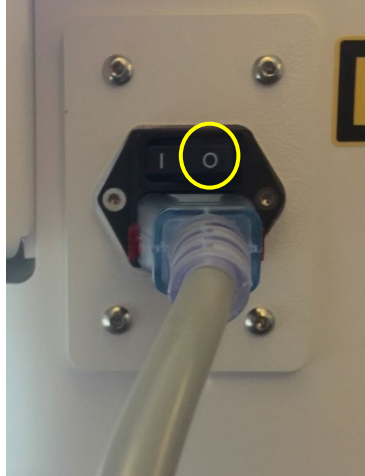

Figura 3-50. Posição de desligamento
- Coloque o interruptor de alimentação principal na base do KXL para 'desligar', conforme mostrado na Figura 3-50.